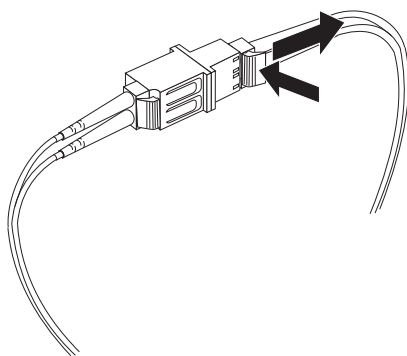

图 36. 从 LC-SC 光纤通道电缆适配器拔下 LC-LC 光纤通道电缆
2. 小心地拉动接口以将其拔下。从 LC-SC 电缆适配器拔下 LC-LC 电缆时，请确保抓住的是接口而非电缆，如图 36 中所示。